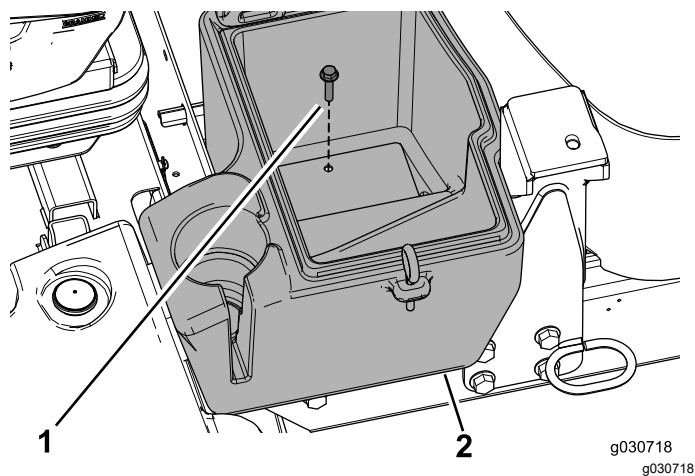

图 22
4. 用螺栓 $\frac{5}{16}$ x $1\frac{1}{2}$ 英寸将储物箱固定到机器上图 22。